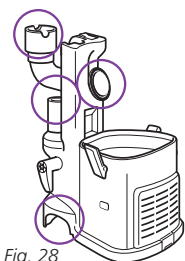

Fig. 28
- Retirez le récipient à poussière et le tube de rallonge, et séparez le récipient amovible de la brosse à plancher motorisée. Regardez dans les 4 ouvertures pour voir s'il s'y trouve des obstructions. (Fig. 28)